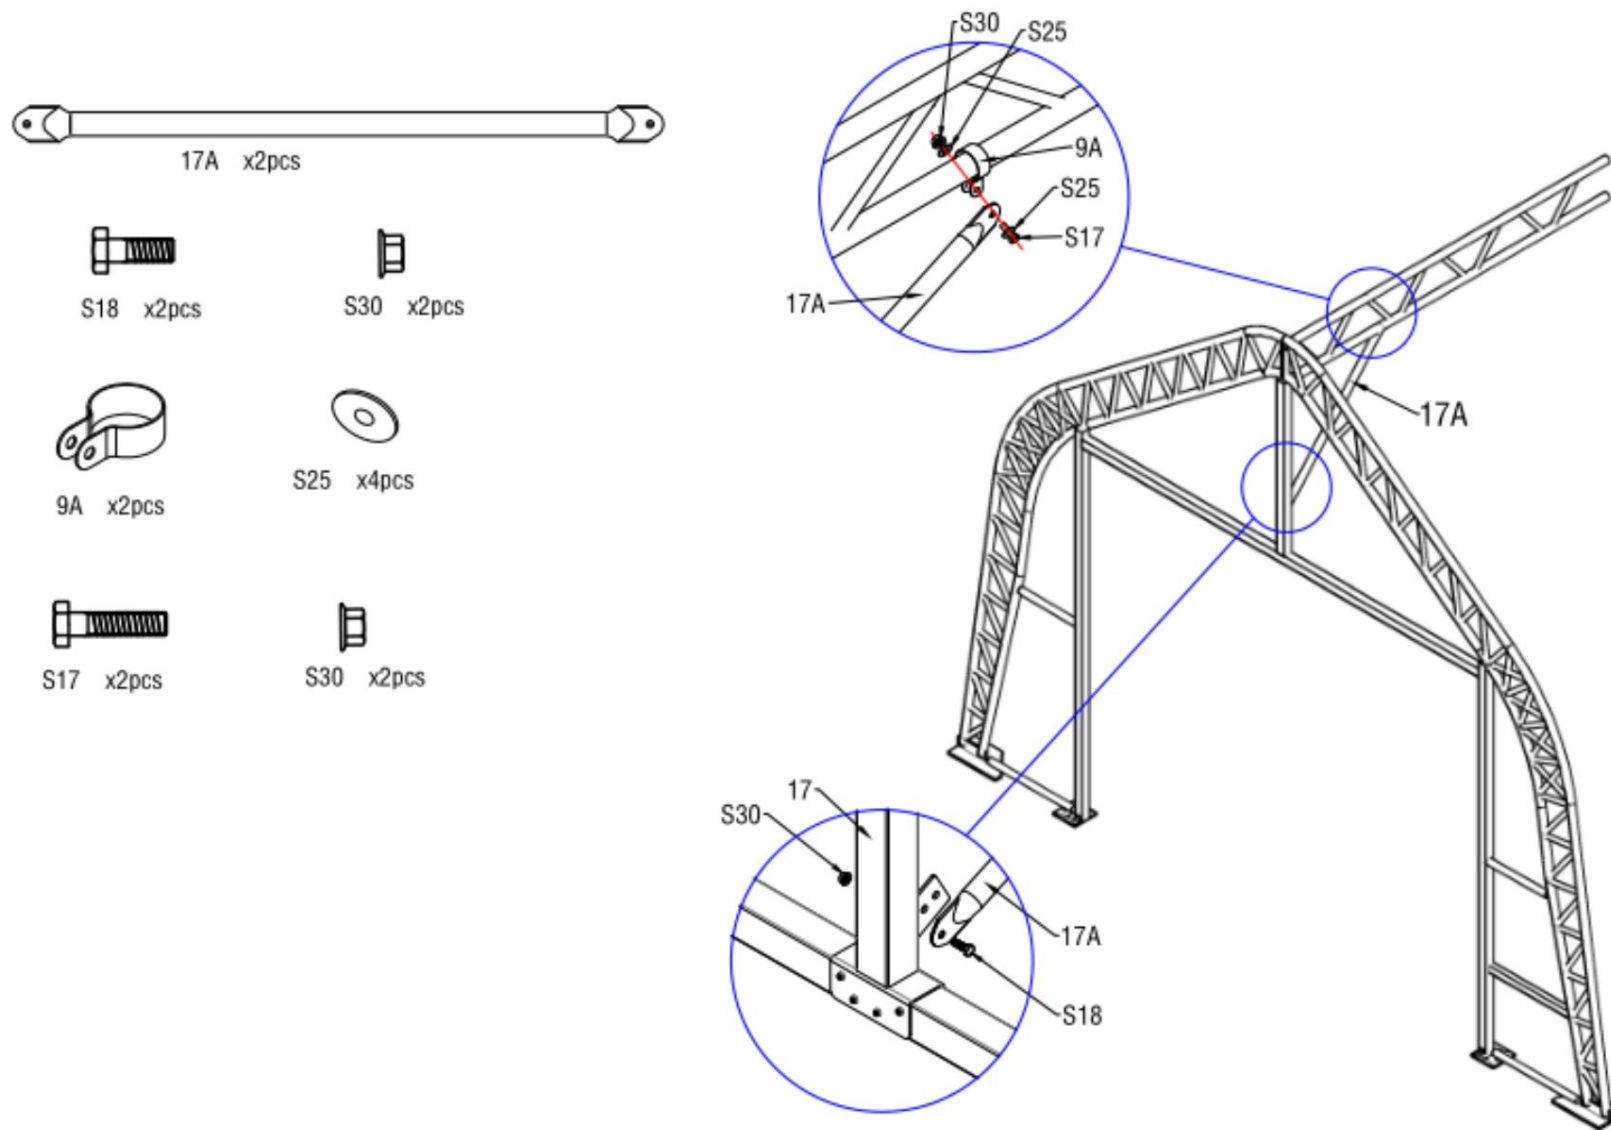

Figure 14
2. Fixez les clips (n° 9A) sur les pannes à double ferme (n° 7) et installez le tube de support diagonal pour poutre de porte (n° 17A) sur les clips comme indiqué sur la figure 14. Veuillez connecter le tube de support diagonal pour poutre de porte (n° 17A) entre le cadre de porte et les pannes à double ferme (n° 7) à l'aide de vis M10x30 (n° S18) et M10x50 (n° S17) avec une rondelle plate M10 (n° 25).